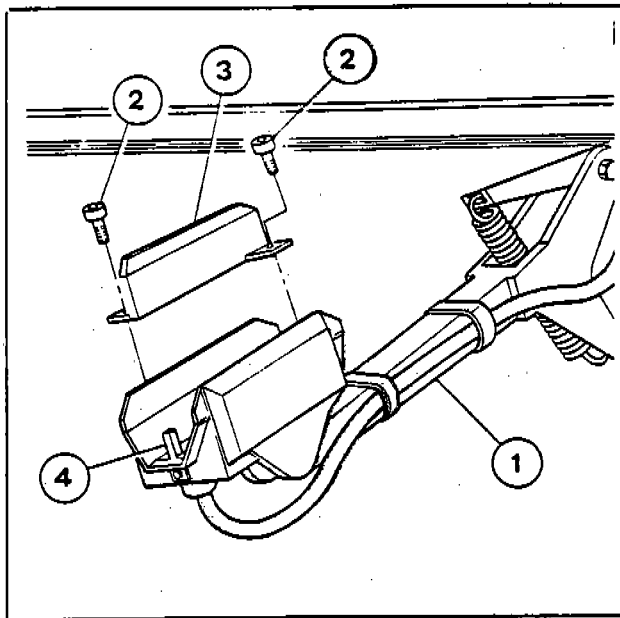

Fig. 40
2) Tirare il braccio (1-Fig. 40) fuori dalla pista rotaia in modo da rendere accessibile l'intervento sulle spazzole.
- 3) Svitare le viti (2-Fig. 40) e sfilare la spazzola (3-Fig. 40).
- c) Controllare l'usura delle spazzole di contatto su rotaia. Se presentano una usura pari a mm 1 sopra il livello (4-Fig. 40) sostituirle. Per la sostituzione procedere come descritto. Dopo le prime 50 ore di funzionamento, punto h).